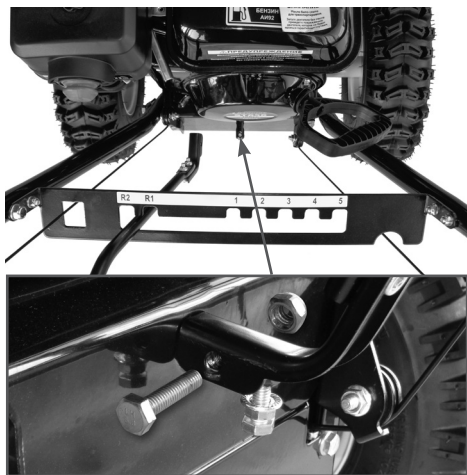

**Рис. 15 Установка рычага в кронштейн на кожухе шнеков**
- извлеките из переднего конца рычага шплинт и снимите шайбу. Вставьте передний конец рычага в кронштейн на кожухе шнеков закрепите его с помощью только что снятой плоской шайбы и шплинта (Рис. 15). После установки шплинта разогните его концы.